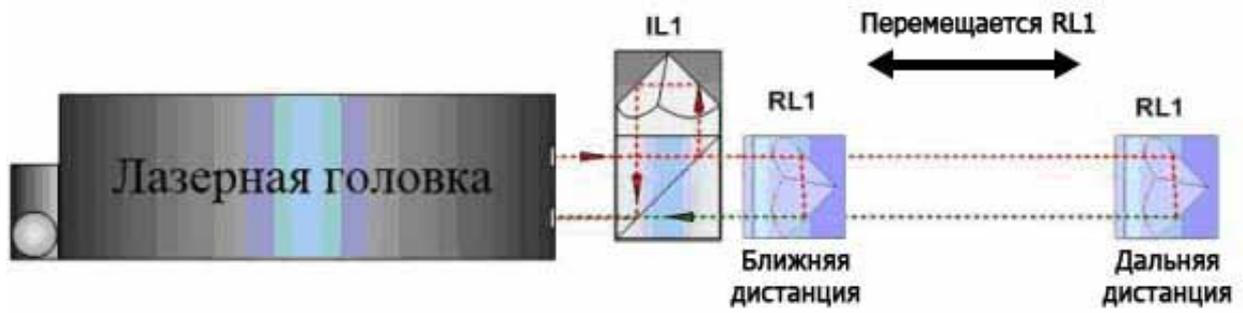
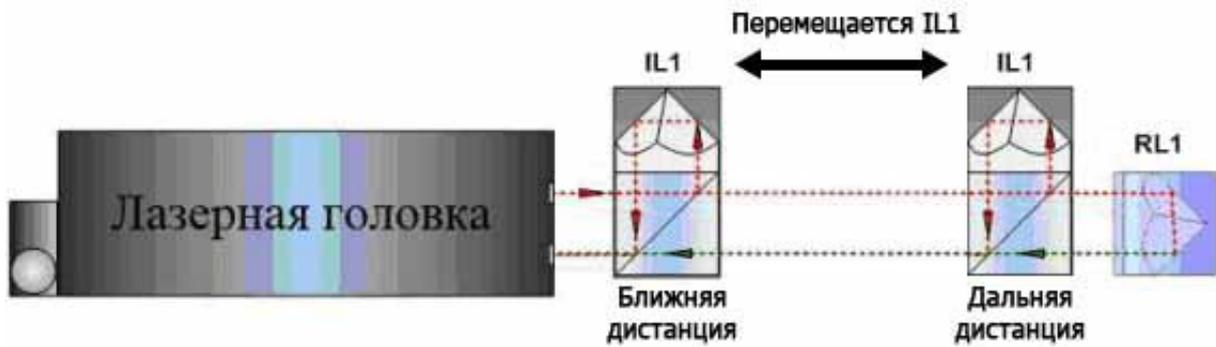

Рисунок 25 – Схема измерений или настройки при перемещении RL1
Рисунок 26 – Схема измерений или настройки при перемещении IL1
4.1.3 Перевести апертурные фильтры в положение «Измерение». Внешний вид фильтров представлен на рисунках 23, 24. Диаметр лазерного луча уменьшится до 2 мм, что позволит достаточно точно определять его положение относительно апертурных фильтров оптических элементов. В процессе измерений и настройки допускается перемещать или RL1 (рисунок 25), или IL1 (рисунок 26). Настройка производится в двух крайних точках дистанции: *ближней*, когда подвижный оптический элемент находится как можно ближе к лазерной головке; и *дальней*, когда подвижный оптический элемент находится на наибольшем расстоянии лазерной головки. В случае, когда требуется измерить достаточно большую длину (более 10 м), для удобства настройки оптического пути луча допустимо использовать одну или несколько *промежуточных* точек, после чего настройка дальней дистанции будет значительно проще.